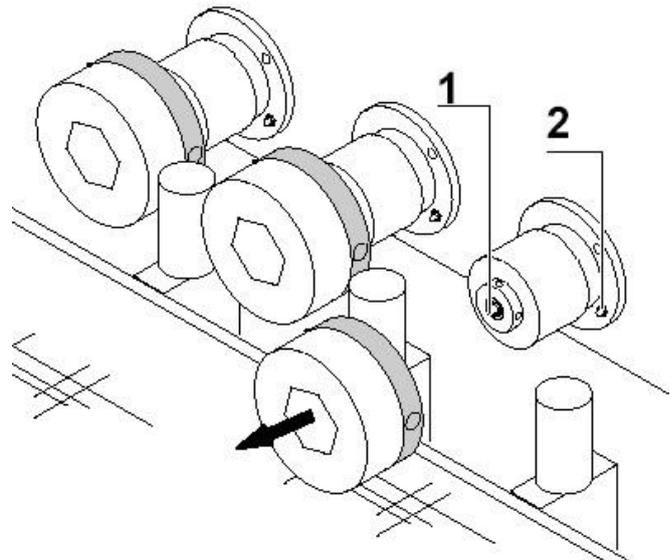

Fig. 34
2. Ouvrir le presseur au maximum, de façon qu'on peut accéder aux points de graissage des mandrins chanfreinants (Fig. 34). Le premier graisseur est sur la bride d'attachement (Fig. 34/1). Pour accéder au deuxième démonter le porte-meule (Fig. 34/2 et par. 4.13, 4.16).